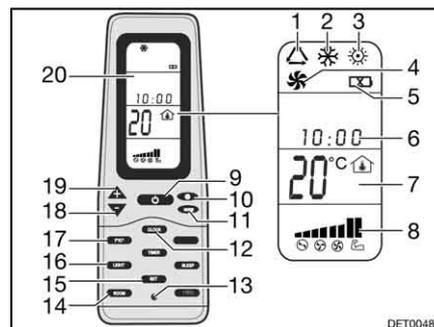

Bild 169 Fernbedienung
- Die Taste ON/OFF (Bild 169,9) drücken.
- Die Taste "Mode" (Bild 169,11) so oft drücken, bis die gewünschte Betriebsart (Bild 169,1, 2, 3 oder 4) auf dem Display (Bild 169,20) angezeigt wird.
- Mit den Tasten "+" (Bild 169,19) und "-" (Bild 169,18) die gewünschte Temperatur einstellen.
- Mit der Taste Lüftergeschwindigkeit (Bild 169,10) die gewünschte Lüfterstufe wählen.
*Ausschalten:* ■ Die Taste ON/OFF (Bild 169,9) drücken.